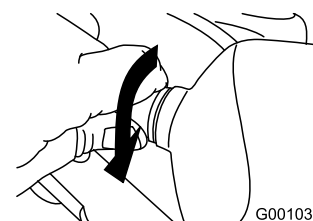

Bild 56
5. Drehen Sie den Sockel der Glühbirne nach rechts, bis er fest sitzt (Bild 56).